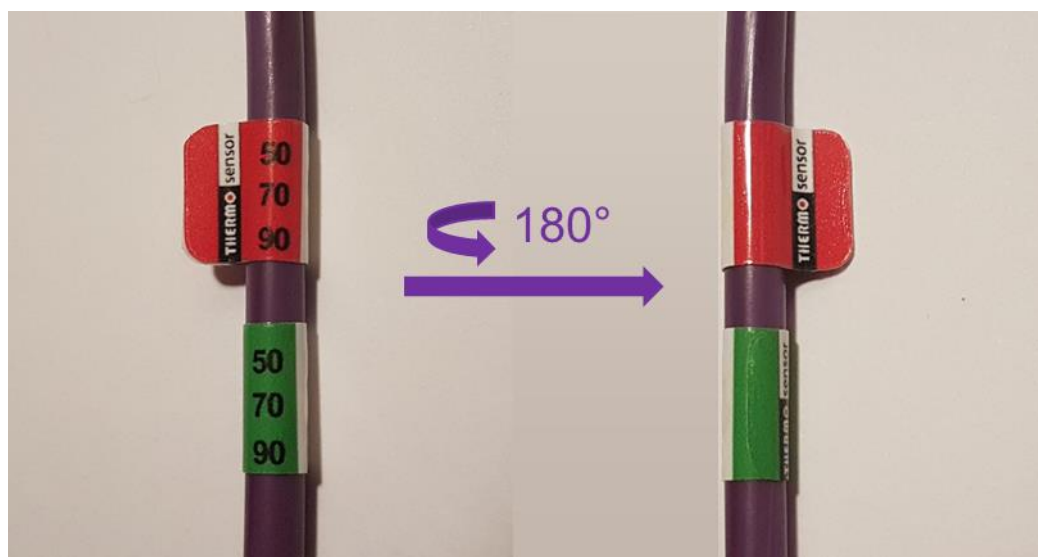

Рисунок 2. Допустимые способы приклеивания термоиндикаторных наклеек на провод
6.7. После визуальной проверки наклейки, следует отсоединить защитную бумажную пленку на клеевом слое и произвести ее наклеивание обернув вокруг защищаемого элемента. При наклеивании на корпус электрооборудования необходимо наклейку прислонить легким нажатием к поверхности, на которую производится её наклеивание. Допускаются различные способы приклеивания изделий на провод в зависимости от типоразмера (рис. 2).